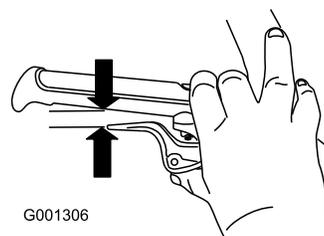

Figure 32
1. Serrez le levier complètement contre le guidon, puis vérifiez l'écartement entre le bas du guidon et l'extrémité du levier de débrayage de roue (Figure 32).
2. Répétez cette procédure pour l'autre câble (Figure 32).